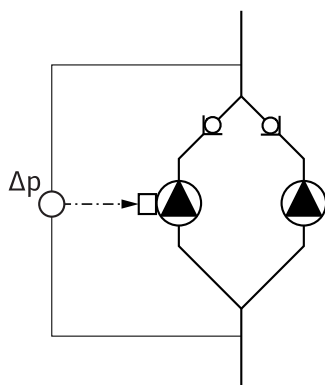

Fig. 13: Приклад. Під'єднання датчика перепаду тиску
- У наведеному на Fig. 13 прикладі головний насос розташований ліворуч у напрямку потоку. До цього насоса під'єднують датчик перепаду тиску.
Точки вимірювання датчика перепаду тиску головного насоса мають знаходитись у тій самій трубі-колекторі на всмоктувальній і напірній сторонах двонасочної установки (Fig. 13).